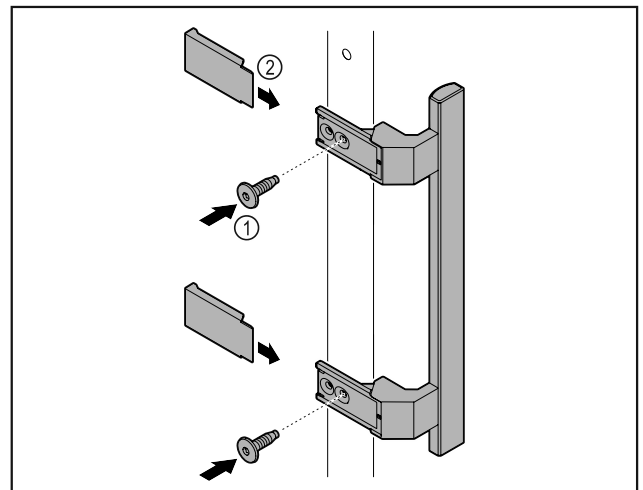

Fig. 7
- ▶ Atașați mânerul din pachetul de accesorii la ușă cu ajutorul șuruburilor incluse Fig. 7 (1).
- ▶ Aplicați capacul Fig. 7 (2).